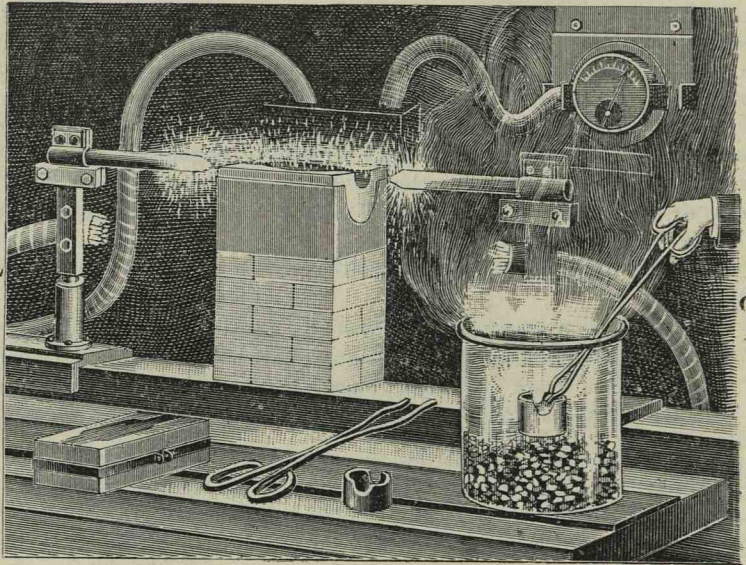

Fig. 134. Prepararea diamantului.
**Prepararea diamantului,** a fost făcută abia în 1893 de *Moissan* care o descrie cam astfel. Încălzim în *cuptorul electric*, timp de 3—6 minute, cu un curent de 350 amperi și 50 de volți un creuzet de cărbune care cuprinde 200 gr. de fer de *Suedia* acoperit cu *cărbune de zahăr*. Întrerupem curentul și ridicăm capacul cuptorului. Apucăm repede creuzetul și îl cufundăm dintr'oa dată în apă rece (fig. 134).